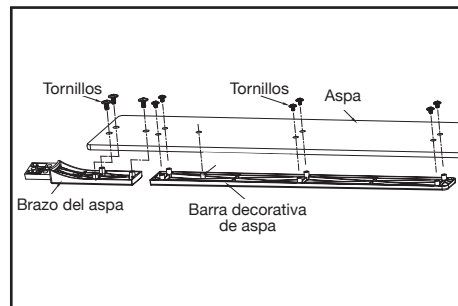

Figura 11
1. Fija un brazo de aspa a una de ellas alineando tres orificios para tornillo en el brazo con los correspondientes en el asa y asegurando con los tornillos incluidos; fija una barra decorativa de aspa a ésta alineando seis orificios y el poste de alineación para tornillo de la barra con los agujeros del asa y asegurando con los tornillos incluidos; repite el procedimiento para las demás aspas. (Figura 11)